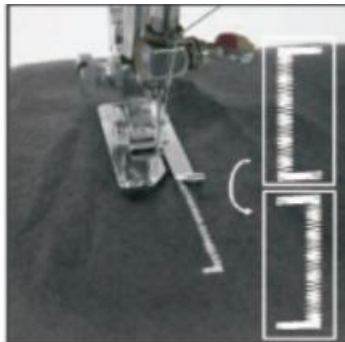

Fig.20
5. Heben Sie den Näh-Fuß mit Hilfe des Hebels an und drehen Sie das Kleidungsstück um 180°. (Abbildung 20)